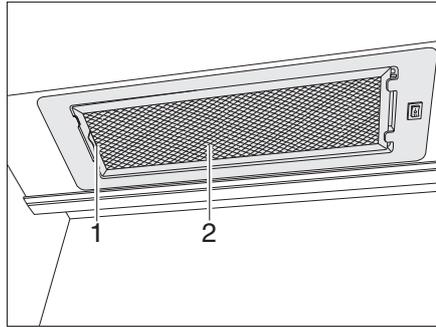

Bild 162 Dunstabzug
- Den Hebel (Bild 162,1) nach innen drücken.
- Den Filter (Bild 162,2) nach unten entfernen.